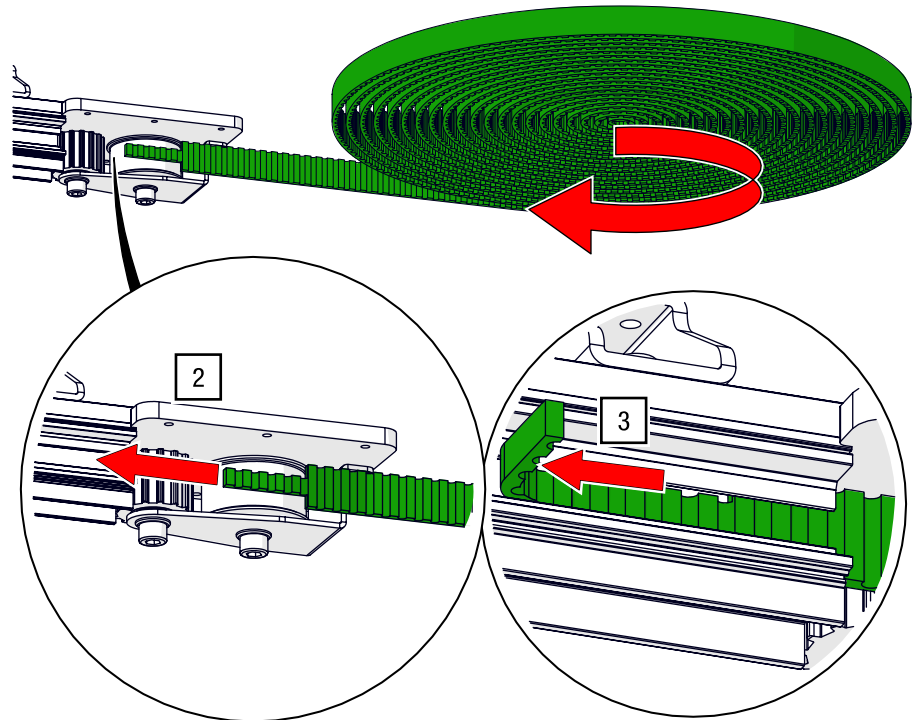

Abb. 78: Zahnriemenmontage – Zahnriemen einfädeln
3. Beginnen Sie vorsichtig an der Umlenkeinheit mit dem Einfädeln des Riemens in die BELT-TRACK-Schiene mit geeigneten Schutzhandschuhen, ggf. unter Verwendung einer Zange (siehe Abb. 78).